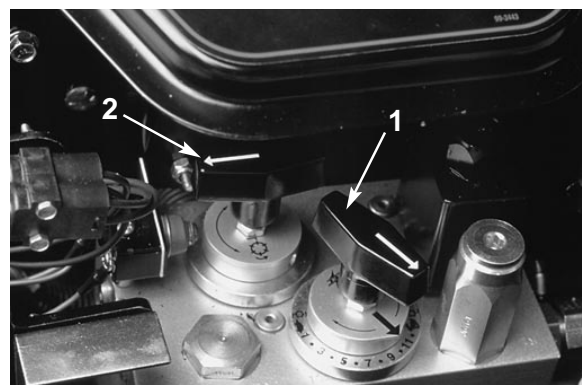

Fig. 10
**Regolazione della velocità dei cilindri** (Fig. 10)—(Sotto la strumentazione della plancia)—Per ottenere la velocità di taglio desiderata, in altre parole la velocità dei cilindri, girare questa manopola nella posizione indicata per l'altezza di taglio e la velocità del tosaerba. Vedi sezione *Scelta della velocità di taglio*, nel presente manuale.
**Comando della lappatura** (Fig. 10)—(Sotto la strumentazione della plancia)—Girare la manopola in senso orario per eseguire la lappatura, ed in senso antiorario per tosare. Non spostare la manopola mentre i cilindri girano.